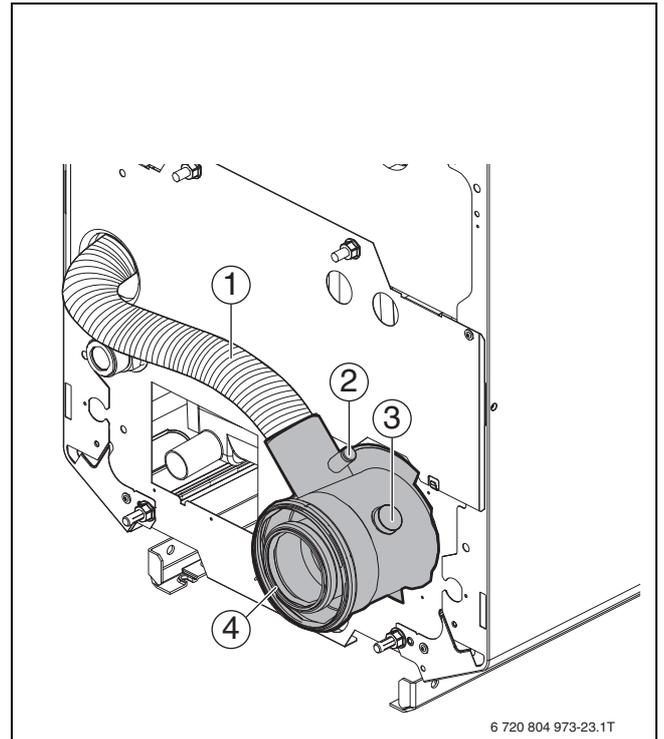

Bild 25 Luft-Abgas-Stutzen
Die Messungen erfolgen grundsätzlich im Luft-Abgas-Anschlussstutzen (erforderliches Zubehör; → Bild 25, [4]) oder im Abgas-Anschlussstutzen (erforderliches Zubehör bei separater Luftführung beziehungsweise bei 60 kW).
Abgasmessung: → Bild 25, [3].
Zuluftmessung bei raumluftunabhängigem Betrieb: → Bild 25, [2].
- ▶ Messfühler durch die Messöffnung im Abgas-Anschlussstutzen (→ Bild 25, [3]) bis in den Kernstrom (Mitte Abgasrohr) des Abgases eintauchen (höchste Abgastemperatur).